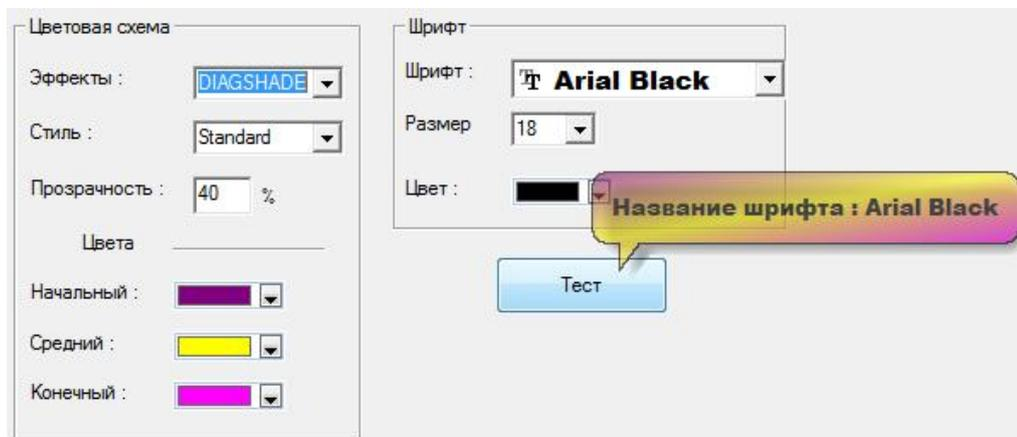

Рисунок 193 – Параметры раздела «Подсказки»
**Раздел «Подсказки»** позволяет изменить параметры всплывающей подсказки для объекта, привязанного к БД (рисунок 193).